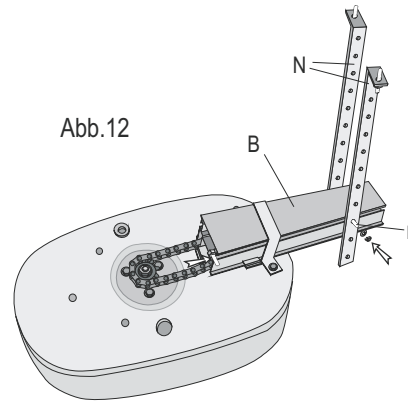

Abb.12
(Abb.12). Fixieren Sie die Laufschiene mit dem Bügel (H) und den zugehörigen Schrauben (Abb.6) .